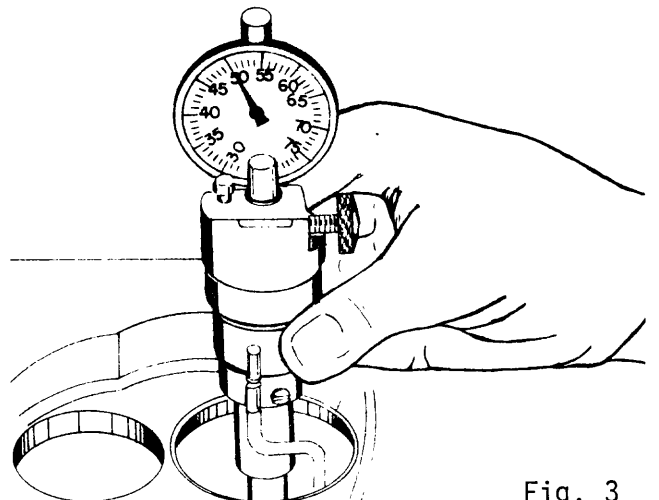

Fig. 3
- f Verifique la concentricidad entre el asiento y la guía (fig. 3).